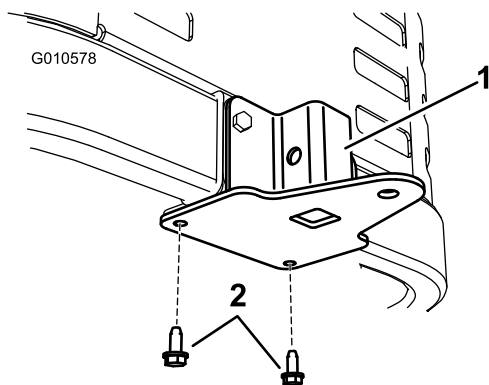

Figure 12
- Fixez le support au bas du châssis de la machine, par dessous, avec deux vis autotaraudeuses (5/16 x 3/4 pouce) comme illustré (Figure 12).